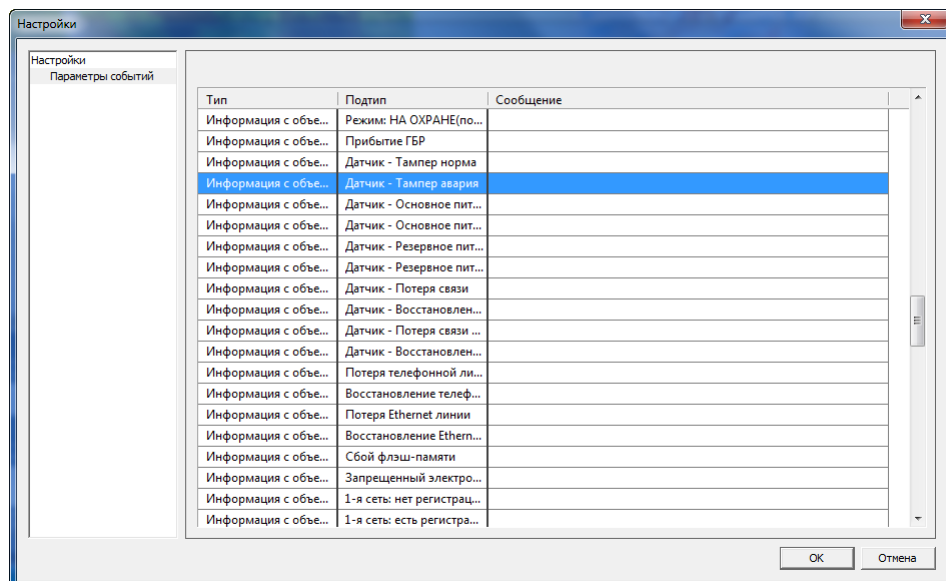

Рис. 13.29. Строка подтипа событий
3. Дважды щелкните левой кнопкой мыши по строке подтипа событий, для которого нужно создать сообщение (Рис. 13.29).